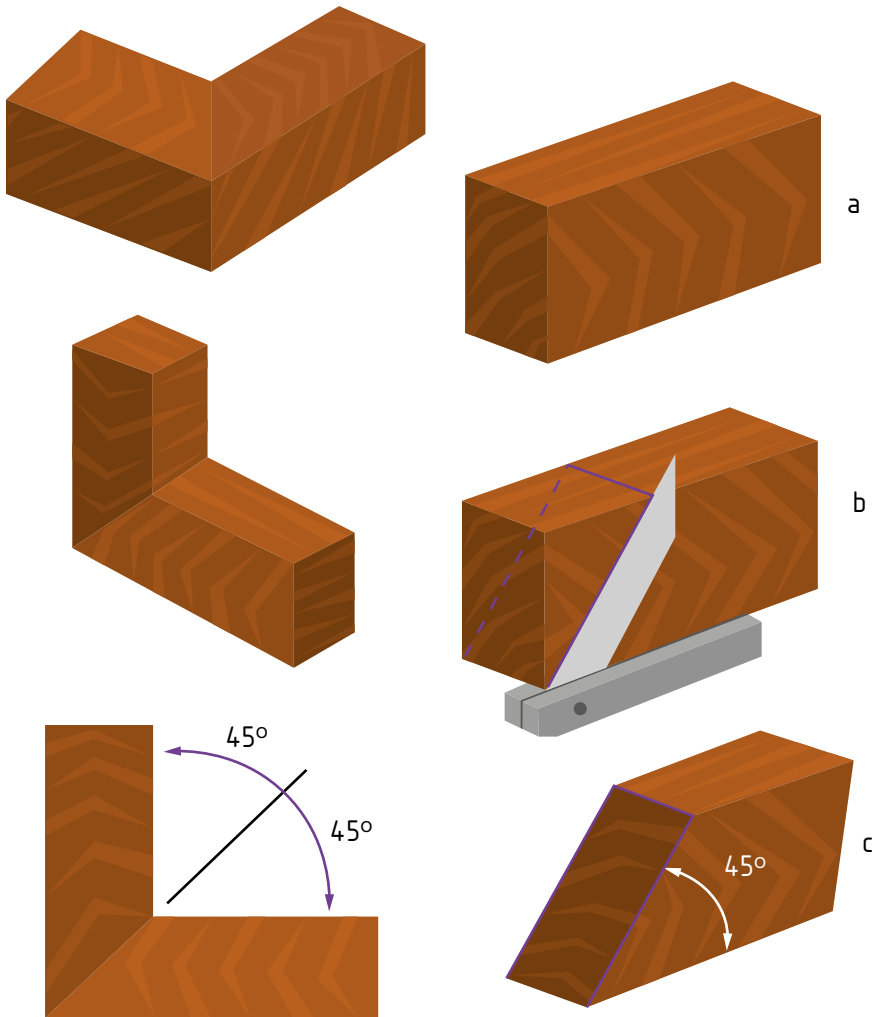

Fig. 6.16 Ensamble a corte inglete
1. Se prepara cada pieza debidamente calibrada y con sus dimensiones exactas en el largo. Siempre se toman las fibras a lo largo de las piezas (fig. 6.16 a).
2. Se traza el ángulo del ensamble con la ayuda de una falsa escuadra o cualquier instrumento que garantice los 45° (fig. 6.16 b).
3. Se corta en ángulo, preferiblemente con el serrucho de costilla, y se lleva al trazo o la medida mediante el cepillo de carpintero, comprobando su rectitud con la escuadra, y el ángulo de 45° con la falsa escuadra (fig. 6.16 c).